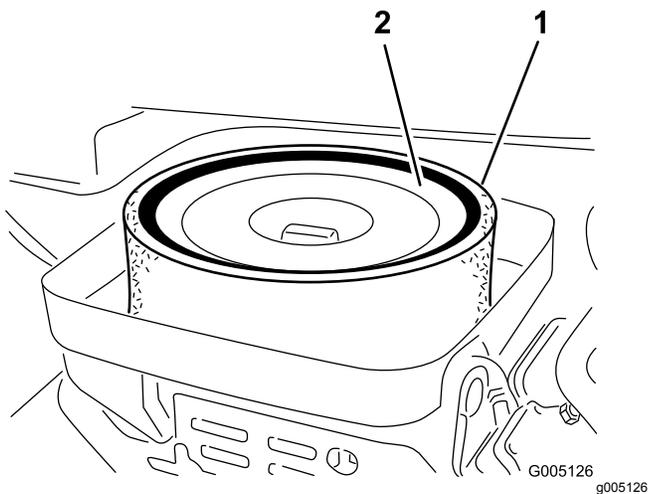

图27
3. 卸下将滤芯固定到空气滤清器壳体上的蝶形螺帽 图27。
4. 如果泡沫滤芯变脏请将其从纸质滤芯中取出 图27。按照以下方式彻底清洁滤芯